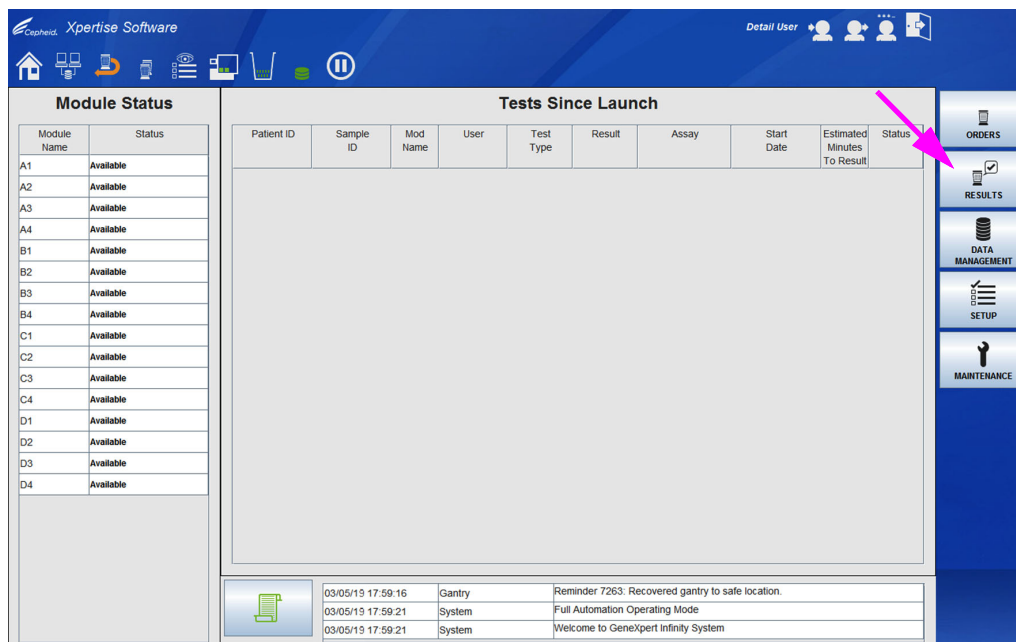

图 6-1. Xpertise 软件主页工作区
1. 在 Xpertise 软件主页工作区中，按**结果 (RESULTS)** 按钮（请参见图 6-1）。